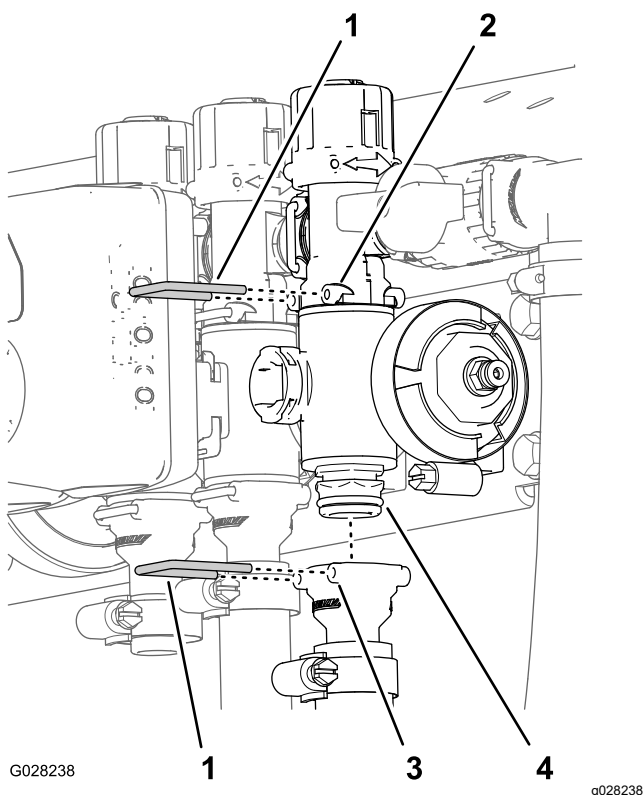

Figura 74
2. Îndepărtai opritoarele care fixează fittingul de ieire la colectorul supapei de seciune i colectorul supapei la fittingul de bypass (Figura 74).